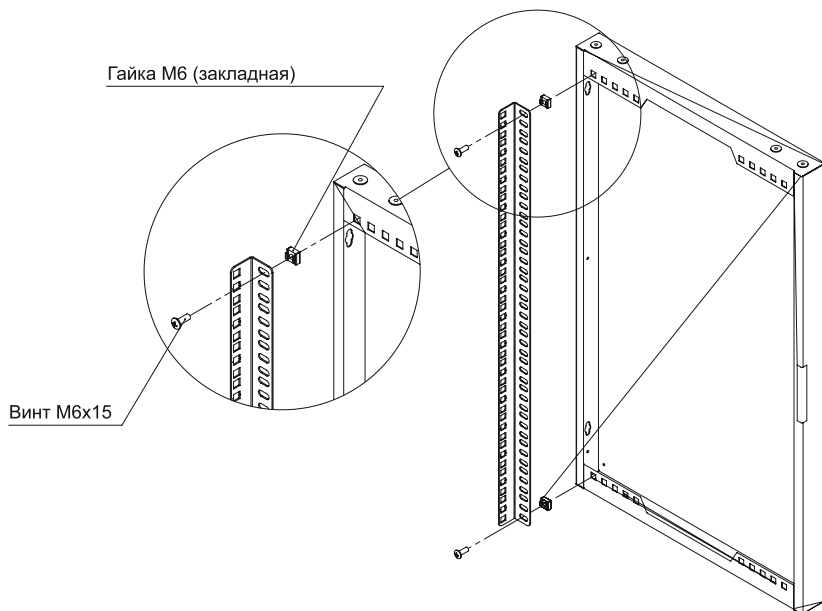

Рисунок 1
4.3.1 Вставьте гайки М6 закладные в отверстия боковой рамы, закрепите профиль вертикальный с помощью винтов М6х15 (Рисунок 1).